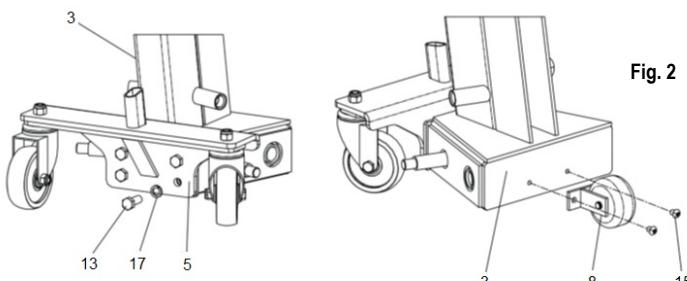

Fig. 2
- Utilizzare la vite (13 - Fig. 2) e la rondella elastica (17 - Fig. 2) per collegare il gruppo ruote posteriore (5 - Fig. 2) con il telaio (3 - Fig. 2). Con la vite (15 - Fig. 2), fissare i componenti della ruota ausiliaria (8 - Fig. 2) al telaio (3 - Fig. 2) e bloccare le viti.